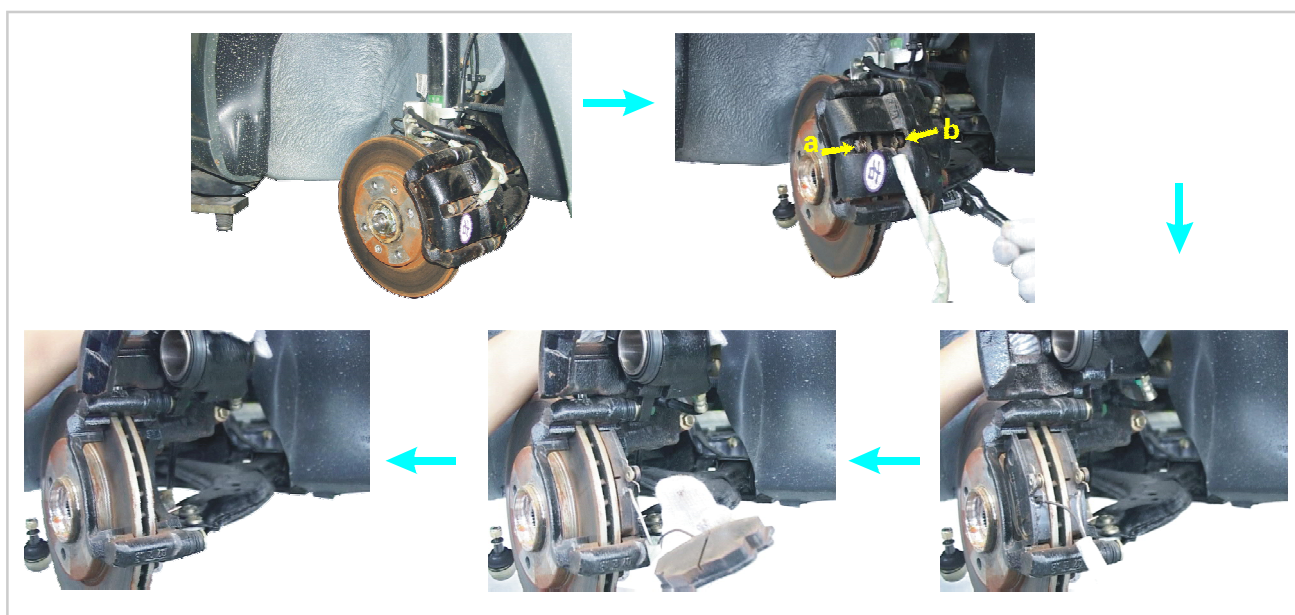

图7-8 拆卸制动蹄片
(1) 前制动块的拆卸步骤（见图7-8所示）。
- ① 拆下前轮轮胎螺栓，抬高并稳固地支撑汽车前部使两轮悬空，拆下前轮。
- ② 拆下制动块磨损指示传感器线束。
- ③ 拆下卡销。
- ④ 拆下导板。
- ⑤ 分别把卡钳向磨擦面方向a、b推，并分别拆下外制动块和内制动块。